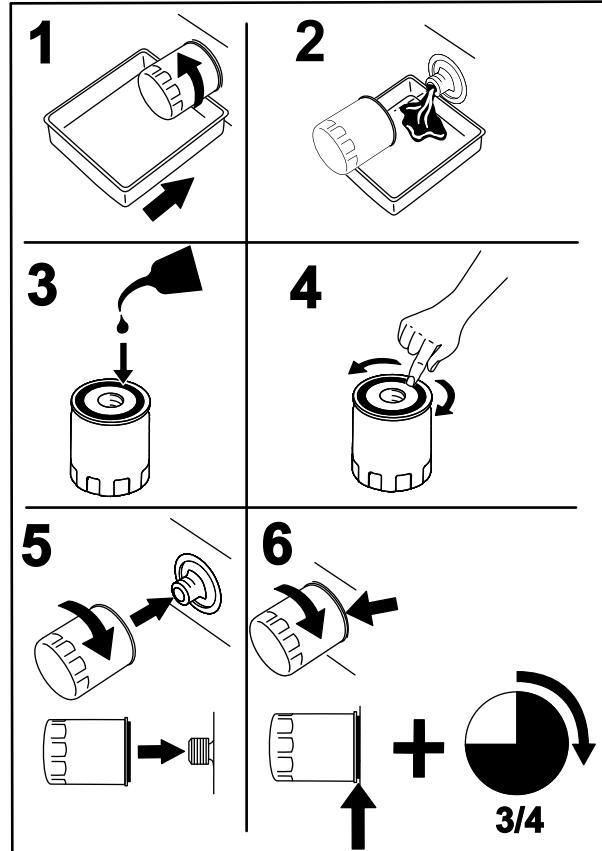

Bild 39
4. Stellen Sie eine Auffangwanne unter den Ölfilter und drehen Sie den Filter gegen den Uhrzeigersinn, um ihn zu entfernen (Bild 39).